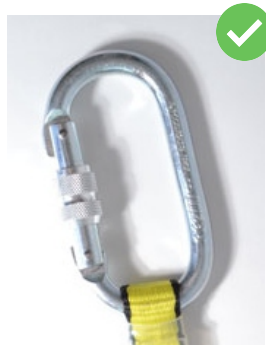

рис. 20
7. Проверьте состояние металлических элементов на отсутствие трещин, деформации, следов коррозии. Допускается легкая коррозия, не влияющая на рабочую функцию изделия (рис. 20).